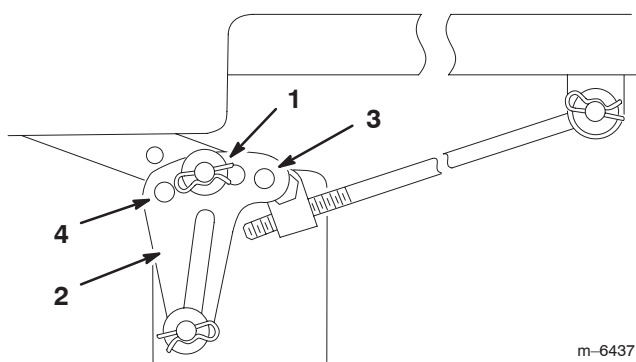

Figure 38
6. Enlevez la goupille fendue et la rondelle de la patte de mise à niveau (Fig. 38).
7. Pour mettre les lames de niveau, fixez les pattes de mise à niveau dans un autre trou à l'aide de la rondelle et de la goupille fendue (Fig. 38). Utilisez un trou plus en avant pour réduire la hauteur de la lame, ou un trou plus en arrière pour l'augmenter. Réglez les deux côtés selon les besoins.